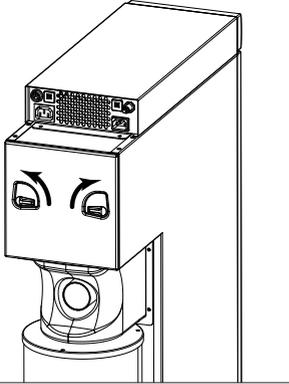

Fig. 17
- 1 Tournez d'abord les deux verrous vers le haut (Fig.17).